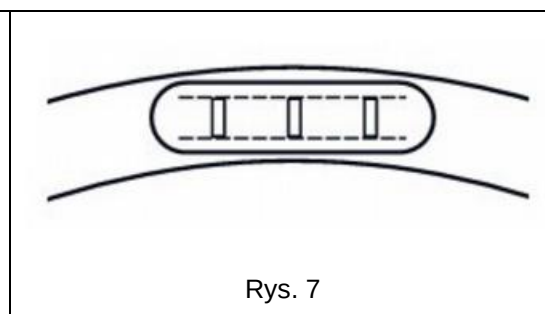

Rys. 5
6. Włóż pręt kierownicy do rury kierownicy (Rys. 5). Dostosuj wysokość kierownicy do potrzeb rowerzysty. Maksymalna wysokość przedłużenia jest zaznaczona na drążku kierownicy. Upewnij się, że oś kierownicy jest równoległa do osi przedniego koła i odpowiednio dokręć śrubę (Rys.4).